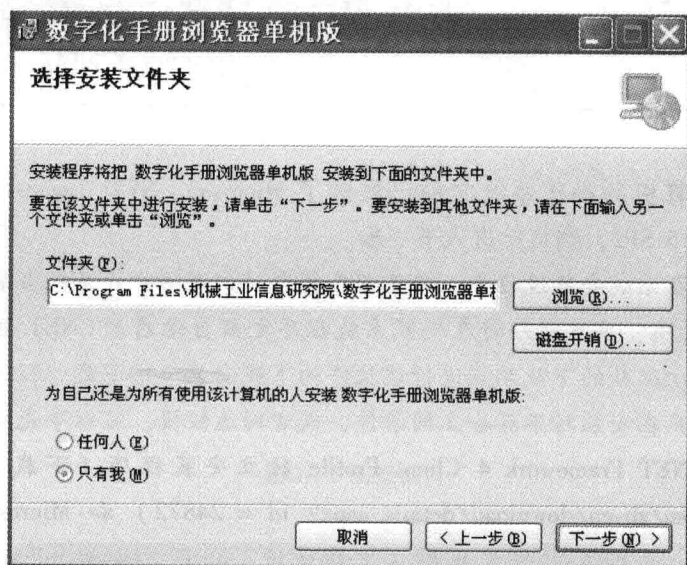

图 1-5 “选择安装文件夹”窗口
5) 进入图 1-5 所示的“选择安装文件夹”窗口。系统推荐的安装目录是 C:\Program Files\机械工业信息研究院\数字化手册浏览器单机版, 如果同意安装在此目录下, 单击“下一步”按钮。如果希望安装在其他的目录中, 单击“浏览”按钮, 在弹出的对话框中选择合适的文件夹后, 并根据具体情况选择浏览器是个人使用还是所有人使用, 然后单击“下一步”按钮。如果用户的计算机不允许安装在系统推荐的安装目录 C:\ 下面, 可将 C 改为 D 或其他的分区。